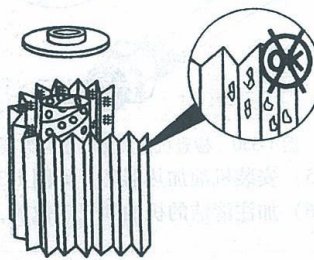

图 1-357 检查滤芯是否受潮或有金属颗粒
3) 检查滤清器芯子是否受潮或有金属颗粒, 见图 1-357。各种金属颗粒来源是: 铜——轴承和轴套磨损产生的颗粒; 铬——活塞环磨损造成; 铁——气缸套磨损产生; 铅——轴承表面镀层材料脱落; 铝——活塞磨损或拉伤产生。